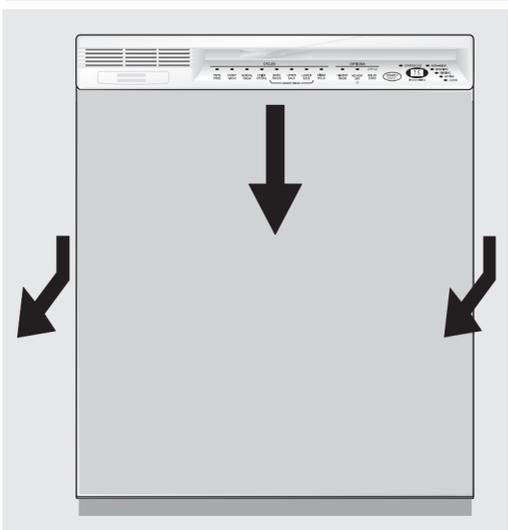

Figure 19
- Placez une main de chaque côté et tirez le haut de la porte vers le bas d'environ 3 mm (1/4 po). Tirez l'ensemble de la porte vers vous pour l'enlever. **Voir Figure 19.**